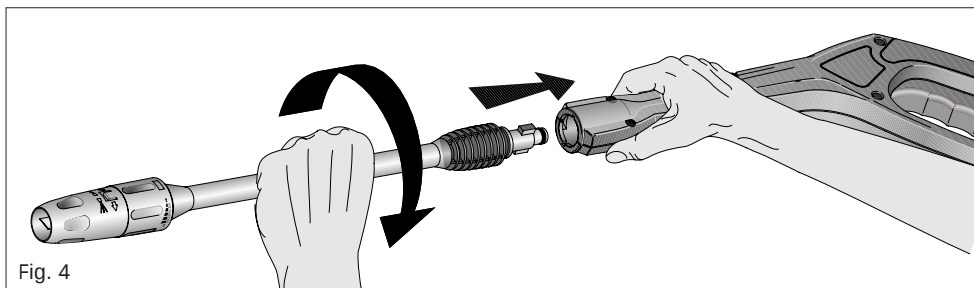

Fig. 4
6. Insert the required wand into the gun's quick connect coupling by pushing firmly and twisting wand  $\frac{1}{4}$  of a turn to lock into place. (Fig. 4)
6. Introduzcan el tubo en la unión rápida empujando enérgicamente y luego girando el tubo de  $\frac{1}{4}$  de vuelta para bloquearlo en su lugar. (Fig. 4)